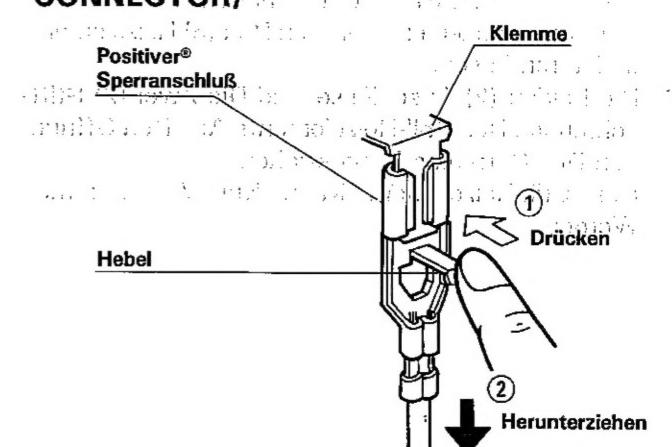

Abbildung C-1. Positiver Sperranschluß
3. Das Hochspannungskabel des Hochspannungs-Gleichrichters vom Netztransformator ab trennen. Sich hierfür auf Abbildung C-1 beziehen.
4. Die Schraube (1) losdrehen, welche den Erdungswinkel an der hinteren Platte festhält.
6. Die blauen und braunen Kabel des Netzkabels vom Entstörfilter ab trennen. Sich hierfür auf Abbildung C-1 "Positiver Sperranschluß" beziehen.
9. Die Schraube (1) losdrehen, welche den Kondensatorhalter an der Bodenplatte festhält.
10. Die Zunge (1) des Kondensatorhalters von der Bodenplatte lösen.
12. Die Schraube (1) entfernen, welche den masseseitigen Anschluß des Hochspannungs-Gleichrichters festhält.
4. Den Hauptkabelbaum vom Netztransformator ab trennen und sich hierfür auf Abbildung C-1 "Positiver Sperranschluß" beziehen.
7. Das Hochspannungskabel der Gleichrichter-Baugruppe vom Netztransformator ab trennen. Sich hierfür auf die Abbildung C-1. "Positiver Sperranschluß" beziehen.
8. Die beiden (2) Schrauben entfernen, mit denen der Transformator am Gehäuseboden befestigt ist.
3. Den Hauptkabelbaum vom Entstörfilter ab trennen und sich hierfür auf Abbildung C-1 "Positiver Sperranschluß" beziehen.
4. Das Hochspannungskabel des Entstörfilters vom Netztransformator ab trennen. Sich hierfür auf die Abbildung C-1. "Positiver Sperranschluß" beziehen.
5. Die Schraube (1) losdrehen, welche das Entstörfilter am Kondensatorhalter befestigt.